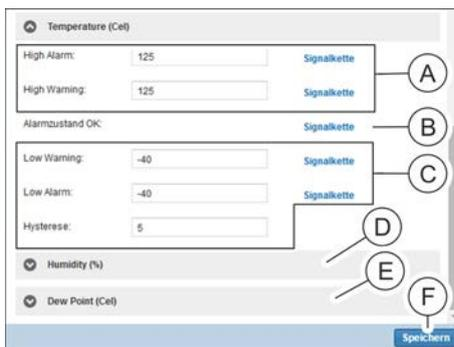

Abb. 196: Detailansicht (Teil 2/2)
- 8.** Im Bereich „Temperature (Cel)“ einen Wert für „High Alarm“ und „High Warning“ eingeben (Abb. 196/Ⓐ) und eine Signalkette zuweisen (analog zu Schritt 6 und 7).
- 9.** Im Bereich „Temperature (Cel)“ dem Parameter „Alarmzustand OK“ (Abb. 196/Ⓑ) bei Bedarf eine Signalkette zuweisen (analog zu Schritt 6 und 7).
- 10.** Im Bereich „Temperature (Cel)“ einen Wert für „Low Warning“, „Low Alarm“ und „Hysterese“ eingeben (Abb. 196/Ⓒ) und bei Bedarf eine Signalkette zuweisen (analog zu Schritt 6 und 7).
- 11.** Schritte 8 – 10 für den Bereich „Humidity (%)“ wiederholen (Abb. 196/Ⓓ).
- 12.** Schritte 8 – 10 für den Bereich „Dew Point (Cel)“ wiederholen (Abb. 196/Ⓕ).
- 13.** Auswahl über die Schaltfläche „Speichern“ (Abb. 196/Ⓕ) bestätigen.